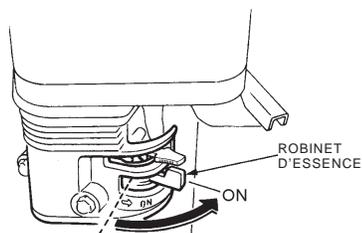

Figure 8. Robinet d'essence (position ouvert)
1. Régler le **robinet d'essence** (figure 8) à la position **OUVERT**.